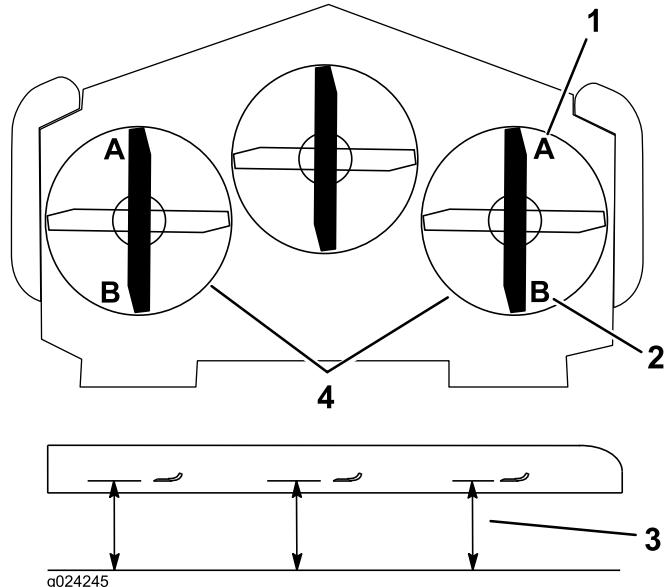

Figure 83
- 8. De chaque côté du plateau de coupe, mesurez la distance entre la surface plane et la pointe avant de la lame (position A) (Figure 83).
Remarque: Il faut obtenir un écart de 76 mm ; voir Figure 83.
14. De chaque côté du plateau de coupe, mesurez la distance entre la surface plane et la pointe arrière de la lame (position B). Il faut obtenir un écart de 8,3 cm (Figure 83).